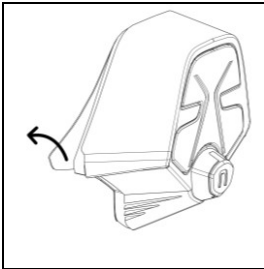

Abb. 4
- Entfernen Sie den Schutzfilm vom beidseitig klebenden Befestigungsteil (Abb. 4).